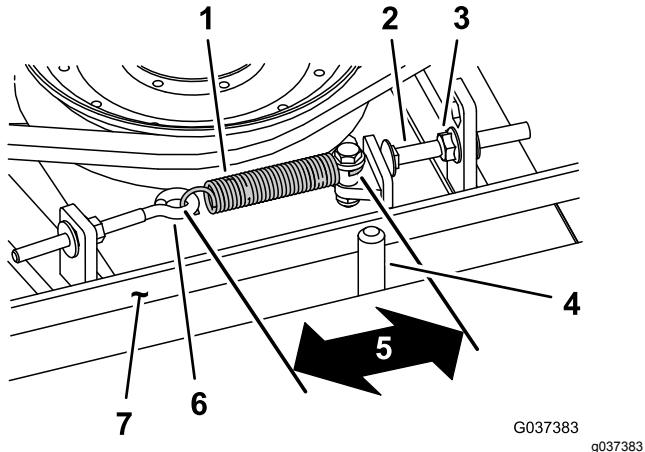

Figura 102
Quando la tensione è corretta, la misura interna della molla di prolunga (da gancio a gancio) deve essere circa 8,3 cm - 9,5 cm. Quando la tensione della molla è giusta, regolate il bullone di arresto (bullone a testa tonda) fino ad ottenere un gioco di 2 - 5 mm tra la testa del bullone ed il braccio di rinvio (Figura 102).
Nota: Verificate che la cinghia si trovi dal lato molla del guidacinghia (Figura 102).
2. Allentate il .bullone ad occhio (Figura 102).
3. Allentate il dado flangiato che fissa il bullone di arresto all'aletta di montaggio e spostate la puleggia tendicinghia via dalla cinghia (Figura 102).
9. Collegate la molla di prolunga (Figura 102) al bullone ad occhio e tendete la cinghia come segue: